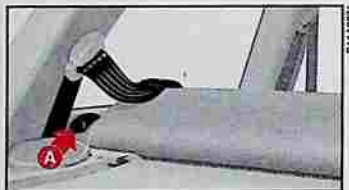

fig. 87
5) Décrocher le dossier, en agissant sur les leviers latéraux **A**-fig. 87 dans le sens de la flèche.